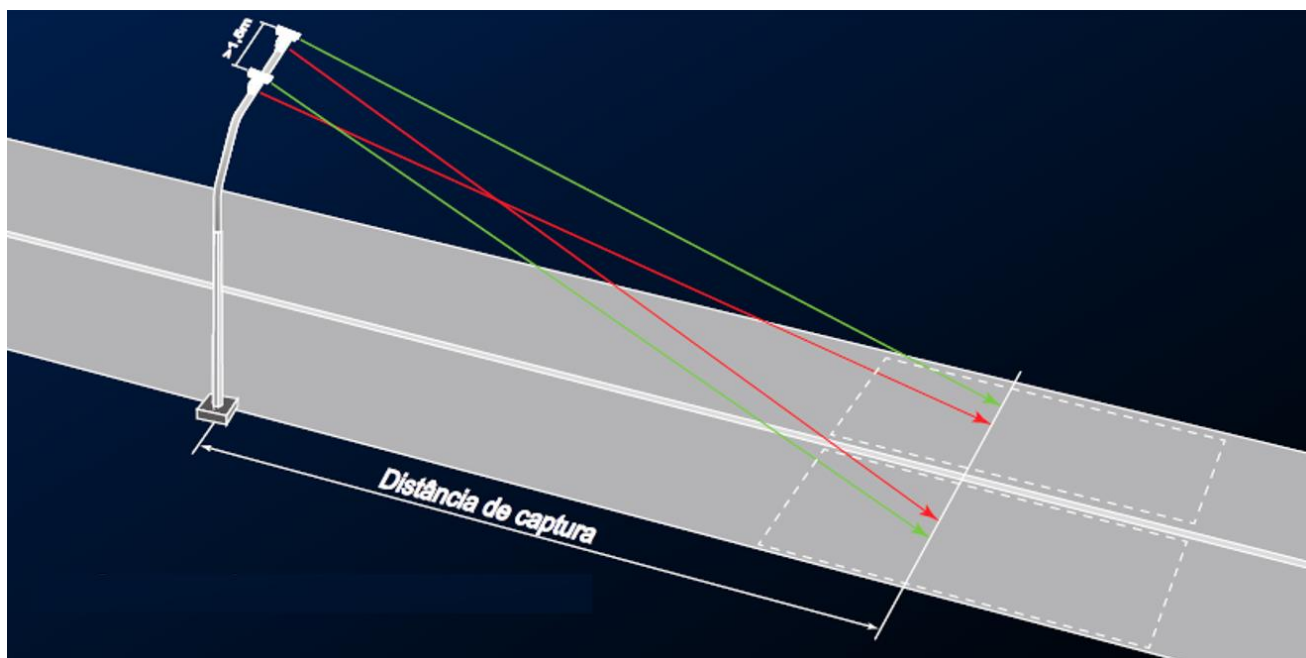

Figura 06 – Posicionamento em semi-pórtico
- **Posicionamento em semi-pórtico (figura 06):**